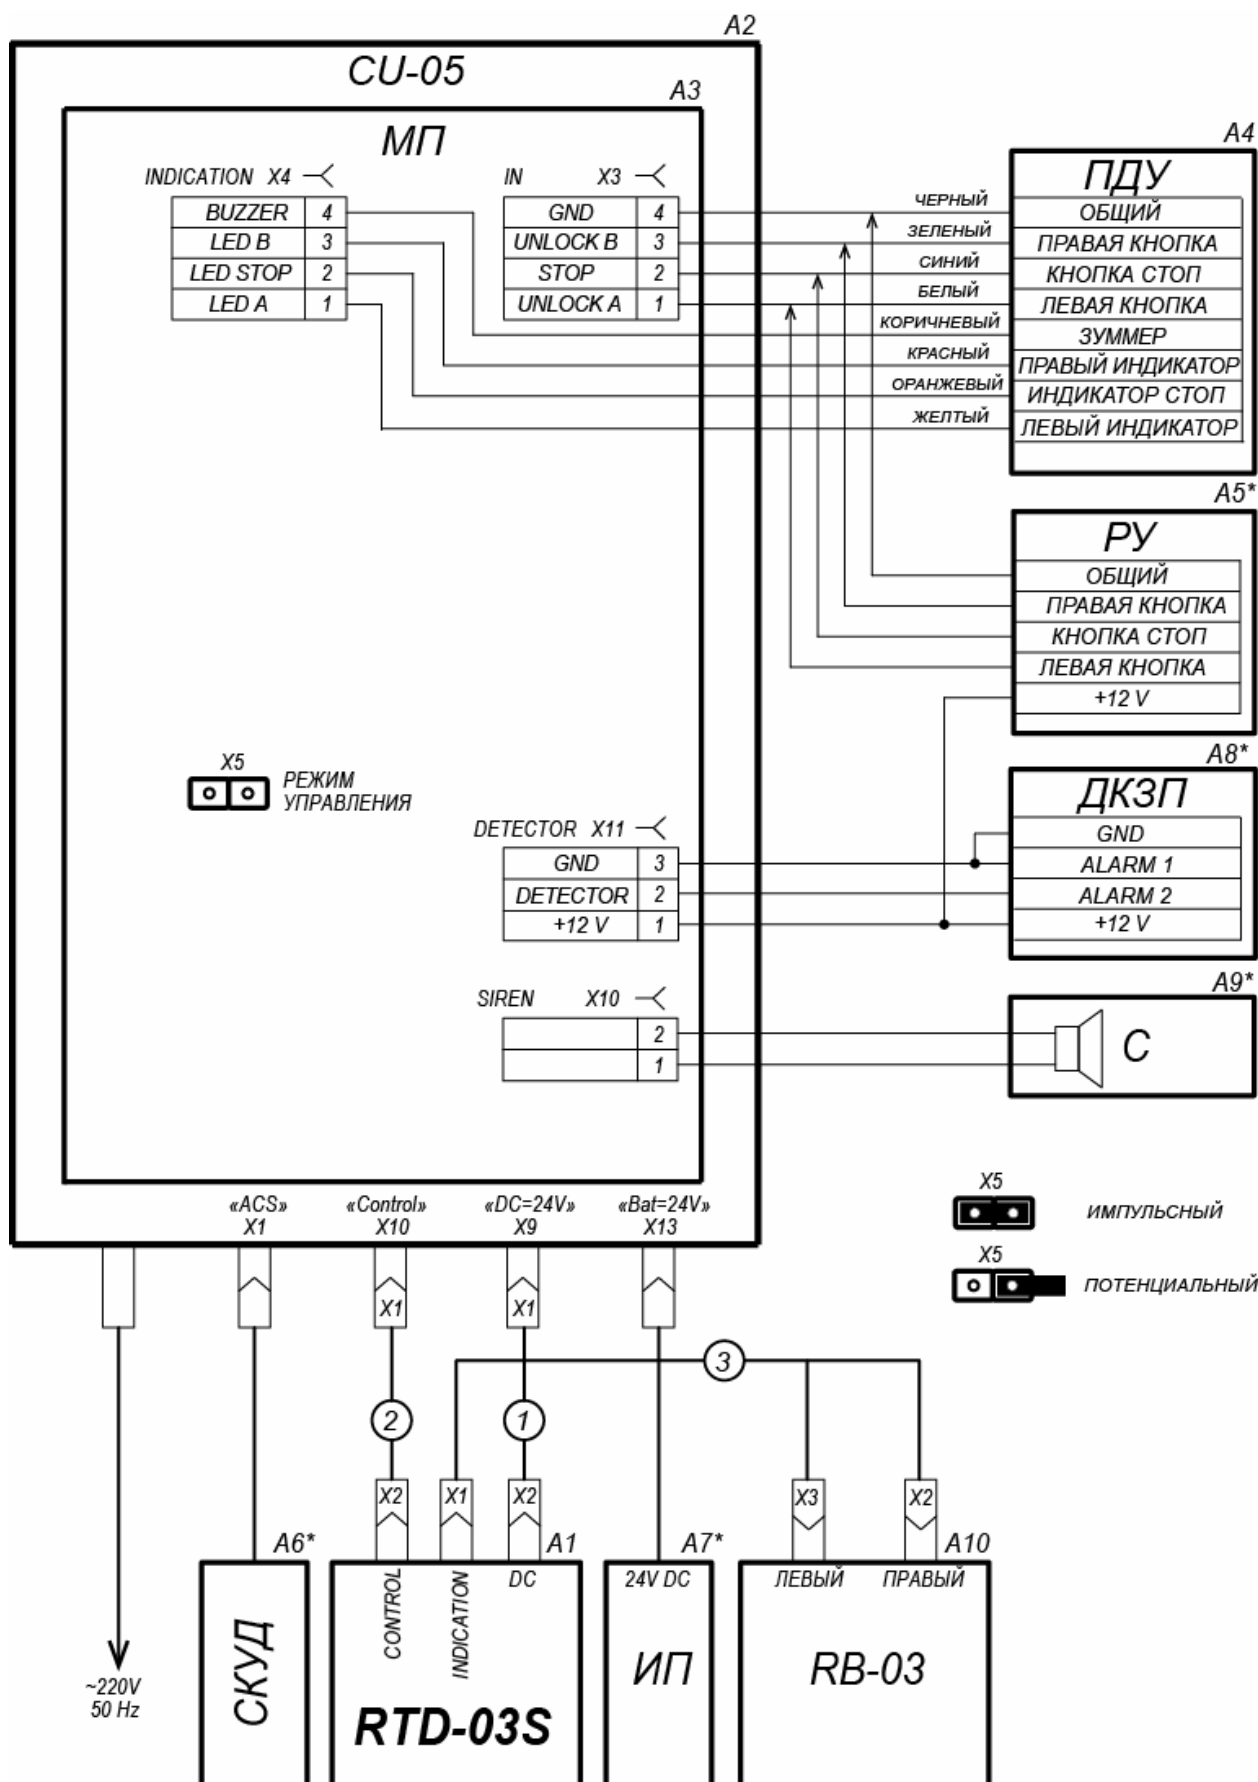

Рисунок 11. Схема электрическая соединений (обозначения элементов схемы см. в табл. 2)
3. Подготовьте в полу кабельные каналы для прокладки кабеля управления (10) и кабеля питания (11) и отверстия под анкера PFG IH 10 для крепления стойки турникета (3 отв. Ø16×60 мм). Установите гильзы анкеров в выполненные отверстия так, чтобы они не выступали над поверхностью пола.
4. Извлеките из транспортировочного ящика и по кабельным каналам проложите от места установки БУ (8) кабели управления (10) и питания (11) к месту установки стойки турникета.
5. Извлеките из транспортировочного ящика стойку турникета и положите ее на заранее подготовленную устойчивую подставку. Подключите кабели управления (10) и питания
- (11) к соответствующим разъемам, расположенным на блоке кабельных разъемов (16) внутри стойки с фланцем (2) в соответствии со схемой электрической соединений (см. рис. 11). Для этого необходимо извлечь блок кабельных разъемов (16), из стойки с фланцем (см. рис. 2). После подключения кабелей установите блок кабельных разъемов (16) внутрь стойки с фланцем (2) на высоту, обеспечивающую возможность дальнейшего монтажа. Установите стойку турникета в вертикальное положение.